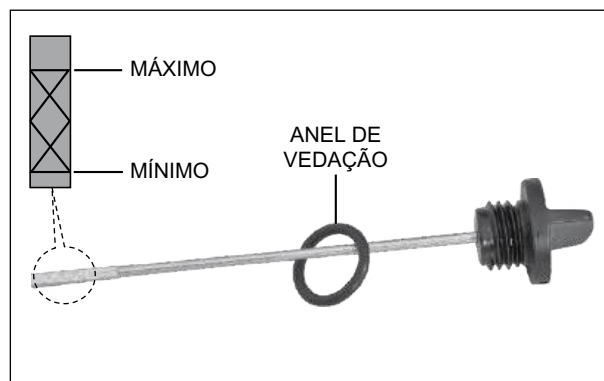

Fig. 2.4
- O nível de óleo deve estar entre as marcas de nível máximo e mínimo gravadas na vareta. (Fig. 2.4)